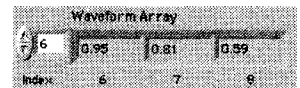

Рис. 8.17
7. Инструментом перемещения в виде сетки увеличьте размер индикатора массива, чтобы он отображал несколько элементов. Индекс этих элементов меняется – возрастает слева направо (или сверху вниз), начиная с индекса, показанного на индикаторе индексов массива (рис. 8.17). Вы можете увидеть любой элемент в массиве путем введения индекса этого элемента в индикатор индексов. Если вы укажете число, превышающее размер массива, то изображение элемента будет серым.